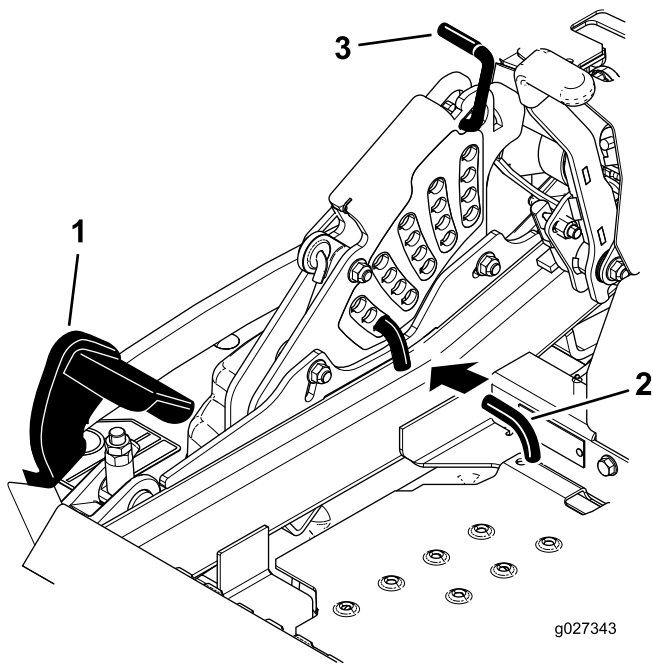

Figure 92
5. Enfoncez complètement la pédale de relevage du plateau de coupe pour verrouiller le plateau à la position de transport de 14 cm (Figure 92).